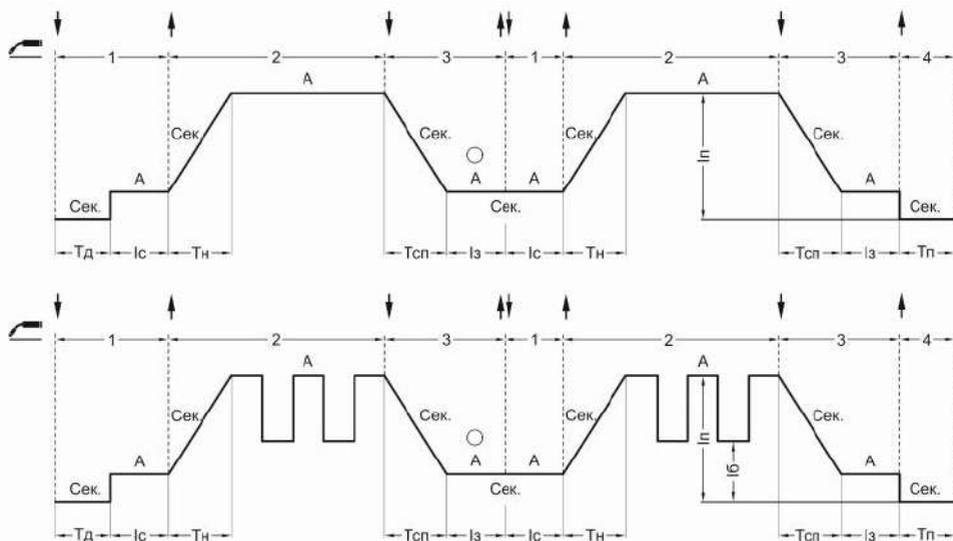

Рис. 7.4.5. Режим работы аппарата 4ТS и 4ТS в импульсном режиме.
**Четырехтактный режим 4Т и 4ТS** в импульсном режиме – это программируемый режим, где настройки циклограммы повторяются. Рекомендуется использовать при длине сварочных швов более 200 мм (см. рис. 7.4.5).